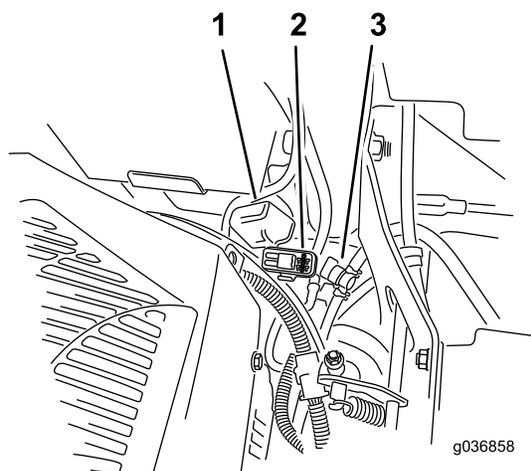

Figura 56
**Nota:** Per le macchine MyRide, assicuratevi che il cavo di terra non sfreggi contro il braccio di trascinamento o l'ammortizzatore inferiore (Figura 56).
I fusibili sono posizionati sulla consolle di destra vicino al sedile (Figura 56).
2. Montate un fusibile nuovo (Figura 56).